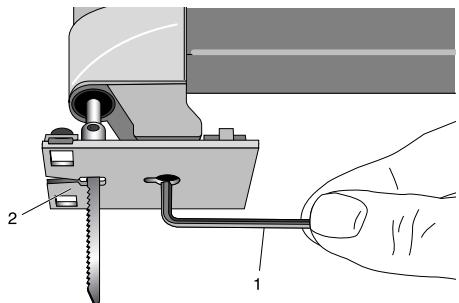

Fig. 3
1. Klemmschraube mit Hilfe des Innensechskantschlüssels 1 (Fig. 3) lösen.
2. Sägetisch (2) auf den gewünschten Gehrungswinkel einstellen und Klemmschraube wieder festziehen.